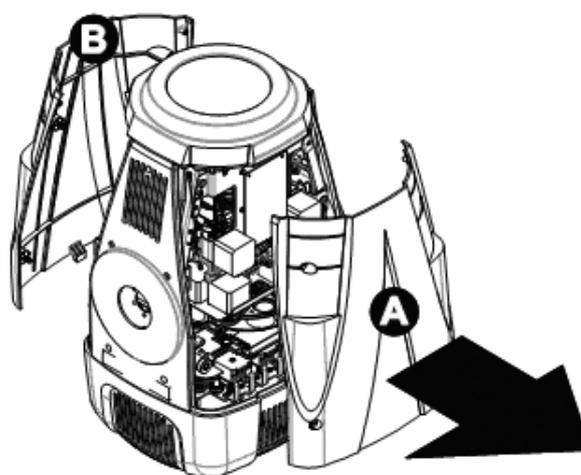

Fig. 2
3. Sfilare il coperchio "A" (Fig. 2) verso l'esterno.
METAL: Una volta aperta la macchina individuare il gobo da sostituire, premere delicatamente in modo da far uscire la molla e il gobos avendo cura di non farli cadere all'interno della macchina. Inserire il nuovo gobo, l'anello e la molla di blocco fig. 2.
DICRO: Una volta aperta la macchina individuare il gobo da sostituire, premere delicatamente in modo da far uscire la molla, l'anello e il gobo avendo cura di non farli cadere all'interno della macchina. Inserire il nuovo gobo l'anello e la molla di blocco fig. 2.
SMONTAGGIO: Afferrare l'Animation wheel con entrambe le mani, applicare una leggera pressione verso il basso e contemporaneamente Sfilare verso l'esterno (vedi freccia "B" Fig.2)